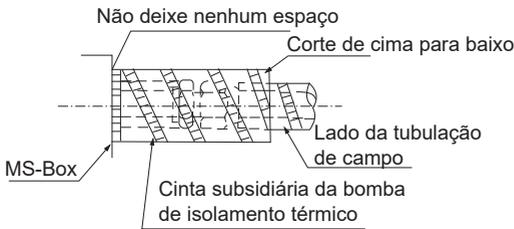

Fig. 6-8
3. Para evitar condensação, não deixe nenhum espaço entre o material isolante e o corpo da unidade (consulte a Fig. 6-8).